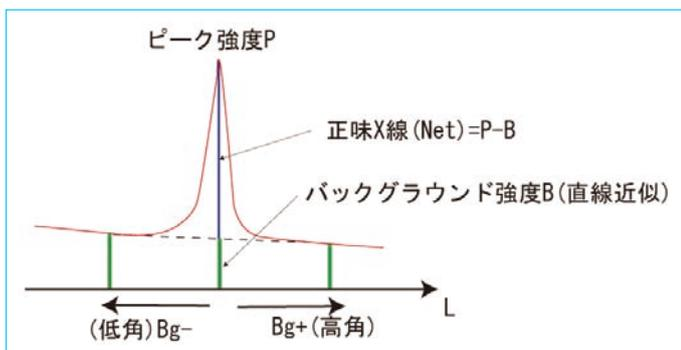

図2 正味X線とバックグラウンド測定例
- ①補正計算のため、原則として分析箇所に含まれる全ての元素を測定する必要がある (場合によっては、あらかじめ元素の濃度や化学量論的な関係が分かっている元素は、測定せずに計算元素に指定して、補正計算に組み込むことも可能)。
- ②補正計算法には、正味X線強度を使用するので、X線のピーク強度からバックグラウンド強度を差し引く必要がある。このバックグラウンドのX線強度は、分光器位置をピーク位置から指定距離離れた位置で測定され、直線近似により求められる (図 2)。
- ③標準試料には純物質または単純組成の化合物で均一なものを使用する。
- ④標準試料の入手が比較的容易なため、汎用性に優れている。